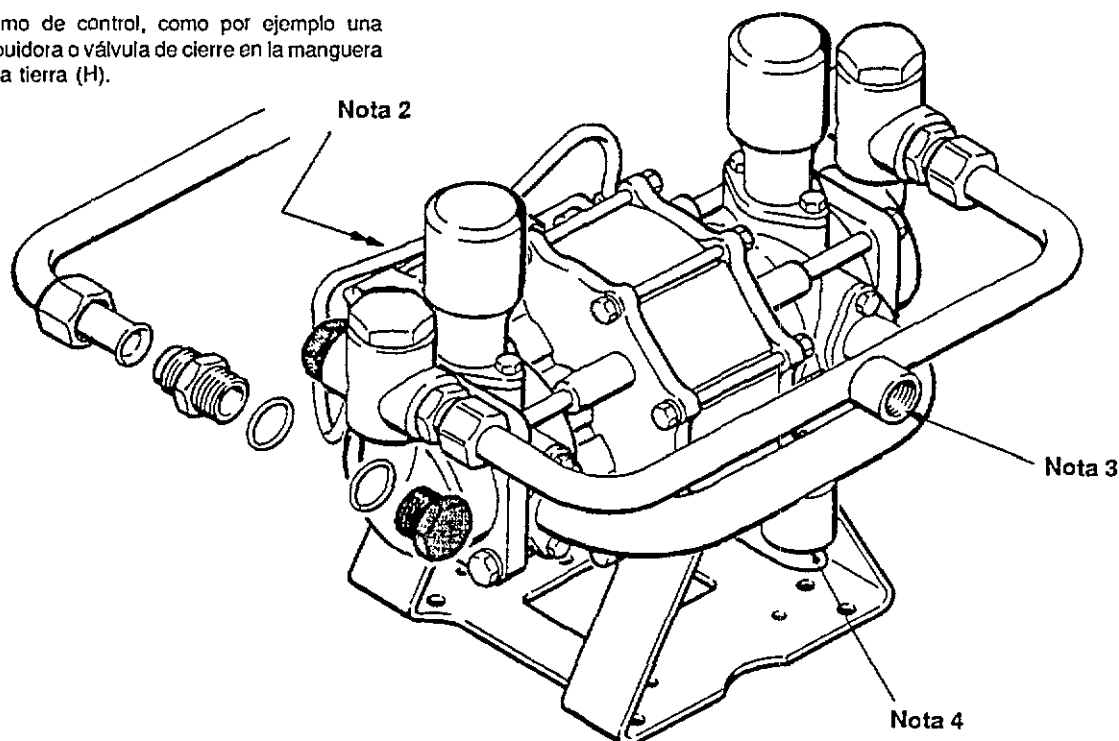

Fig. I-4
3. El colector de salida puede desmontarse y girarse 180 grados para cambiar la dirección de la salida y facilitar la instalación, como se ilustra en la Figura I-4.